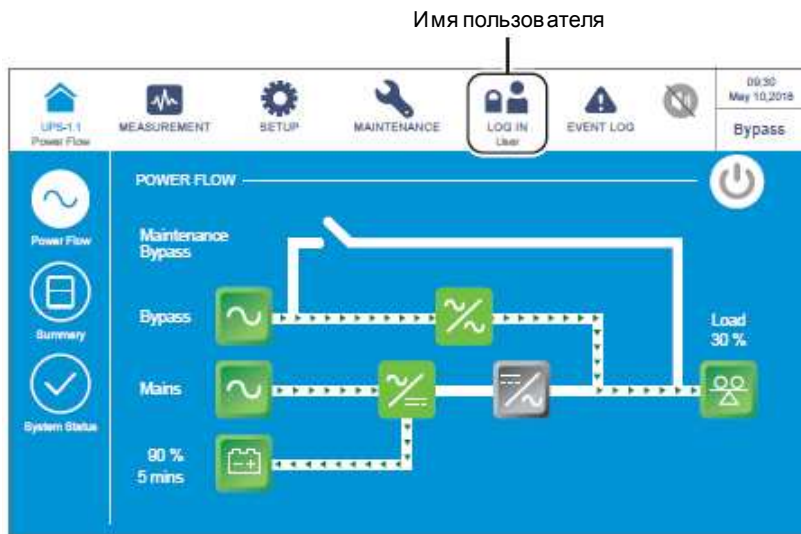

Рисунок 7-4: Главный экран и имя пользователя
- 2 Примерно через 20 секунд после появления начального экрана на ЖК-дисплее появится **Главный экран** (см. *Рисунок 7-4*). После этого можно использовать ЖК-дисплей для управления ИБП. Обращаем внимание, что **Главный экран** появляется при входе в систему под именем **Пользователя**. См. рисунок ниже.